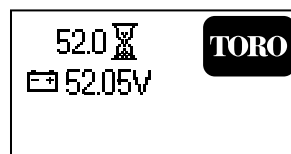

図 25
- **スプラッシュ画面 (図 25):** マシンの電源を入れた後、数秒間バッテリー電圧とマシン時間メーターが表示されます。